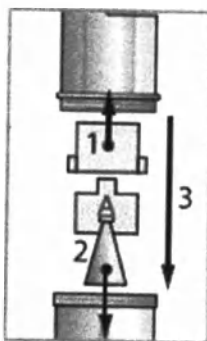

Рисунок 7
3. Установите необходимый распылитель. В заводской комплектации внутри небулайзера установлен распылитель LD-N002 («В», синего цвета), который эффективен для воздействия на весь дыхательный тракт. Для более эффективного воздействия лекарственных средств на верхние дыхательные пути установите, вместо синего распылителя, распылитель LD-N003 («С» красного цвета). Для более эффективного воздействия на нижние дыхательные пути – распылитель LD-N001 («А», желтого цвета), который состоит из двух частей (рис. 7, цифрами обозначен порядок сборки).